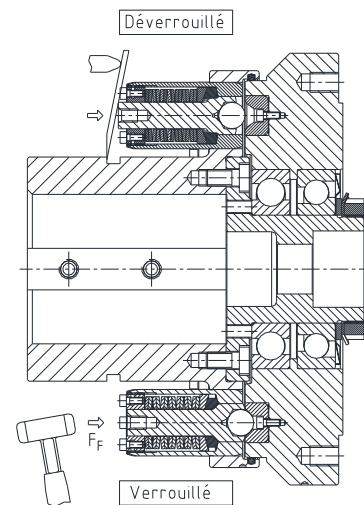

Fig. 18
- Vous pouvez réenclencher l'accouplement en donnant des coups axiaux sur l'axe avec un marteau en plastique, à l'aide d'un levier ou d'un dispositif d'enclenchement hydraulique ou pneumatique (voir figure 18).